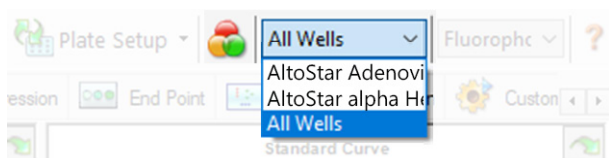

Abb. 4: Schaltfläche und Dropdown-Menü Well Group (Well-Gruppe)
Achten Sie darauf, im Fenster Data Analysis (Datenanalyse) die **Well Group** (Well-Gruppe) des AltoStar® Adenovirus PCR Kit 1.5 auszuwählen. Klicken Sie dazu auf das Dropdown-Menü **Well Group** (Well-Gruppe) rechts neben der Schaltfläche **Well Group** (Well-Gruppe) (siehe Abbildung 4) in der Menüleiste. Verwenden Sie nicht die „All Wells“ (Alle Wells) **Well Group** (Well-Gruppe). Die Auswahl in Abbildung 4 wird als allgemeine Beispielansicht verwendet.
1. Achten Sie darauf, im Fenster Data Analysis (Datenanalyse) die **Well Group** (Well-Gruppe) des AltoStar® Adenovirus PCR Kit 1.5 auszuwählen. Klicken Sie dazu auf das Dropdown-Menü **Well Group** (Well-Gruppe) rechts neben der Schaltfläche **Well Group** (Well-Gruppe) (siehe Abbildung 4) in der Menüleiste.